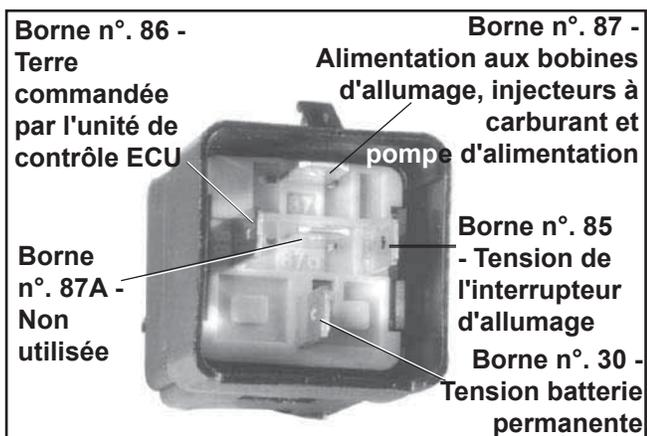

Figure 5B-15. Détails de la borne à relais.
5. Connecter un ohmmètre (échelle Rx1) entre les bornes n°. 85 et n°. 86 dans le relais. Il faudrait y avoir de la continuité. Voir la Figure 5B-15.